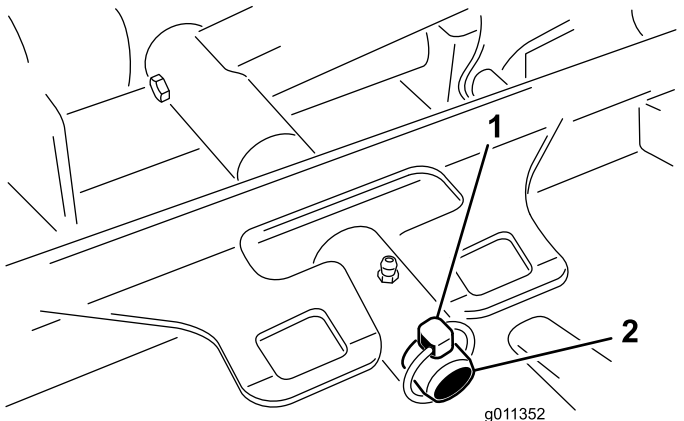

Bild 71
3. Entfernen Sie den Klappstecker (für Groundsmaster 4500-Maschinen) oder die Befestigungsmutter (für Groundsmaster 4700-Maschinen), mit dem bzw. der der Mähwerkträgerahmen am Lagerbolzen des Hubarms befestigt ist (Bild 71).
2. Schieben Sie den Trägerrahmen des Mähwerks auf den Lagerbolzen des Hubarms (Bild 71). Befestigen Sie das Mähwerk mit dem Klappstecker (für Groundsmaster 4500-Maschinen) oder der Befestigungsmutter (für Groundsmaster 4700-Maschinen) am Lagerbolzen.